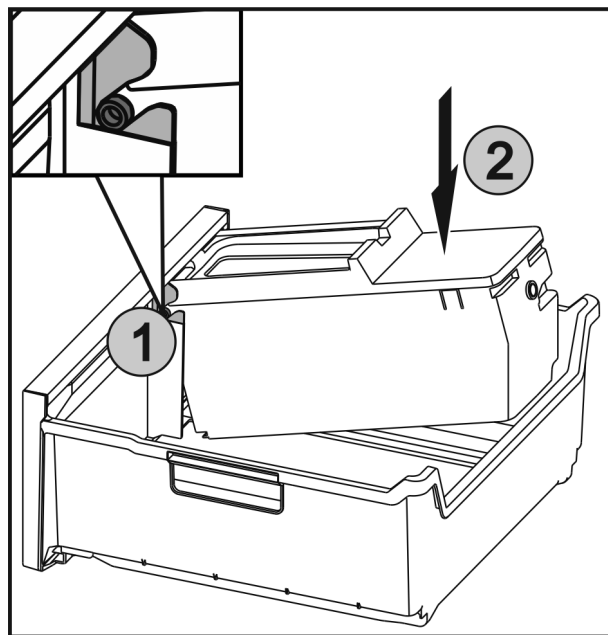

Fig. 70
- ▶ Osie Fig. 70 (1) na EasyTwist-Ice wsunąć w prowadnicę, a tylną stronę wcisnąć, Fig. 70 (2) aż nakładka się zązębi.